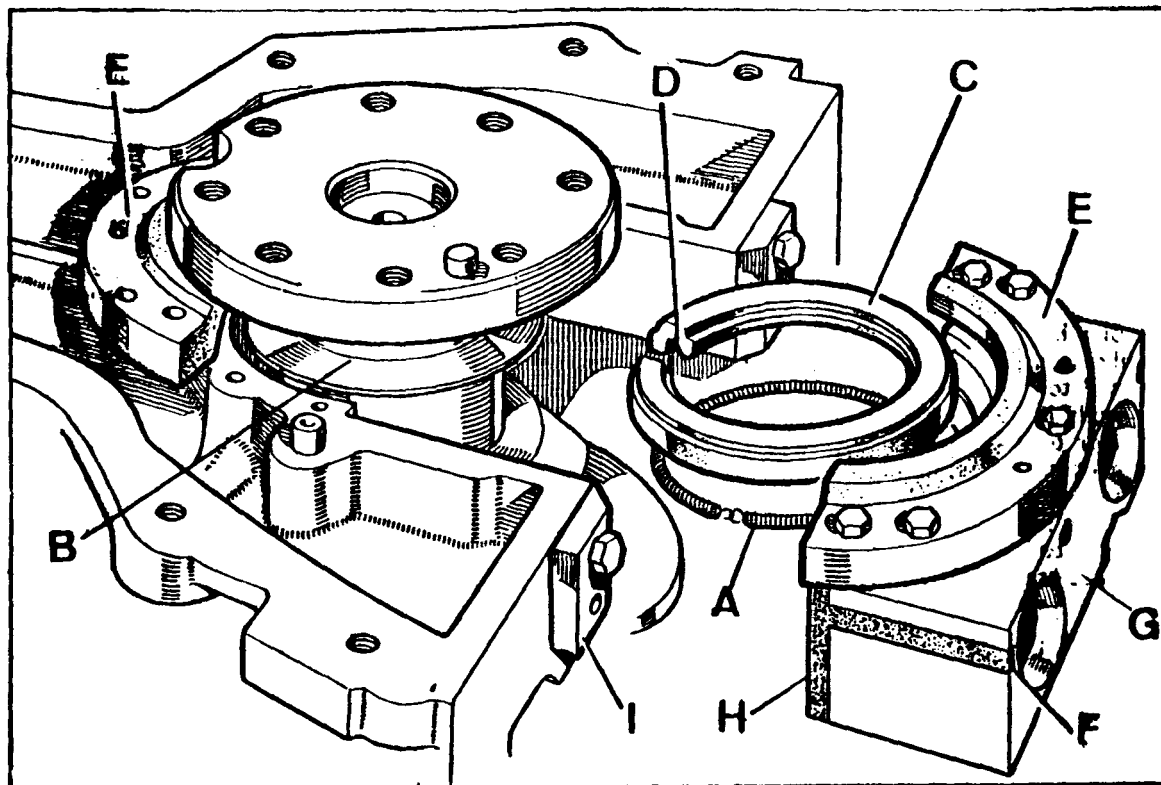
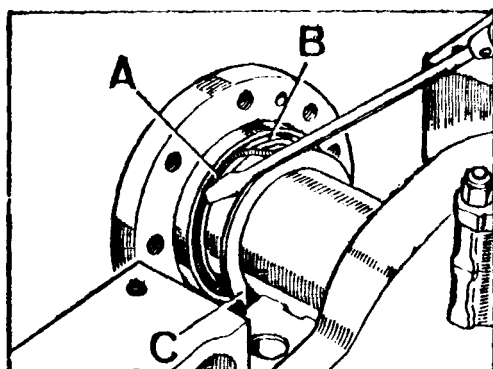

Fig. A1-0 Detalles del retén trasero del cigueñal
Fig. A1-P Montaje del muelle compresor del retén
- 1.11. Desmontar el retén, C (Fig. A1-0) y el muelle compresor, A.
- 2.1. Situar el muelle, A (Fig. A1-0) sobre el cigueñal, encajándolo en su alojamiento del muñón, B, y enganchar sus extremos, teniendo cuidado de no de formar el muelle al realizar esta operación.
- 2.2. Extender una capa de grasa silicona MS-4 sobre la zona de roce del retén en el cigueñal y sobre los costados y labio de obturación del retén, C - - (Fig. A1-0).
- 2.3. Colocar el muelle, A (Fig. A1-0) de forma que el punto de enganche quede situado según se indica en la figura. Con un destornillador pequeño se irá empujando el muelle (Fig. A1-P) hasta que se introduzca en el hueco del retén.
- 2.4. Girar el retén hasta que el corte, D (Fig. A1-0) quede situado en el eje vertical del motor y apuntando hacia la culata. Esta posición, que es la de trabajo, es muy importante.
- 2.5. Instalar las dos mitades del porta-retén, E (Fig. A1-0), asegurándose de que el retén queda bien alojado en la mitad superior.
- 2.6. Montar dos empaquetaduras de corcho, F (Fig. A1-0) sobre la tapa del cojinete trasero, G, haciéndole de antemano un biselado en la zona, H. Engrasar la zona deslizante de la tapa y montarla sobre el bloque haciendo uso de las guías, I, 270304.